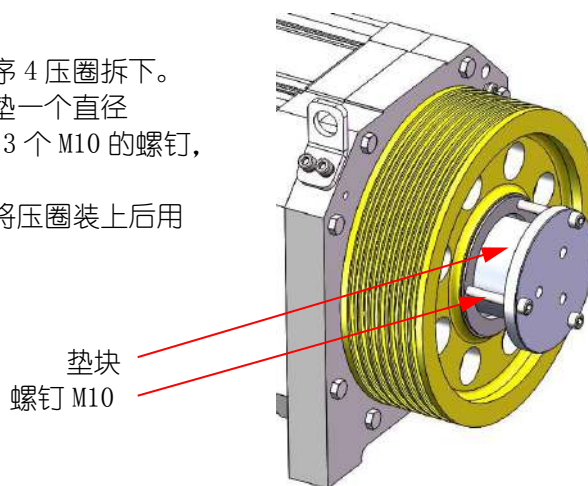

图 9. 曳引轮拆卸示意图
- 步骤 2: 如图 9 所示, 在压圈 4 和主轴之间垫一个直径不大于 105mm 的垫块, 均匀地拧入 3 个 M10 的螺钉, 可将曳引轮从主轴上卸下。